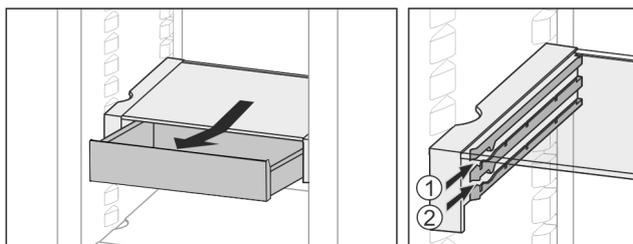

Fig. 32
- ▶ Introdúzcalo a la altura deseada Fig. 32 (1) o Fig. 32 (2).